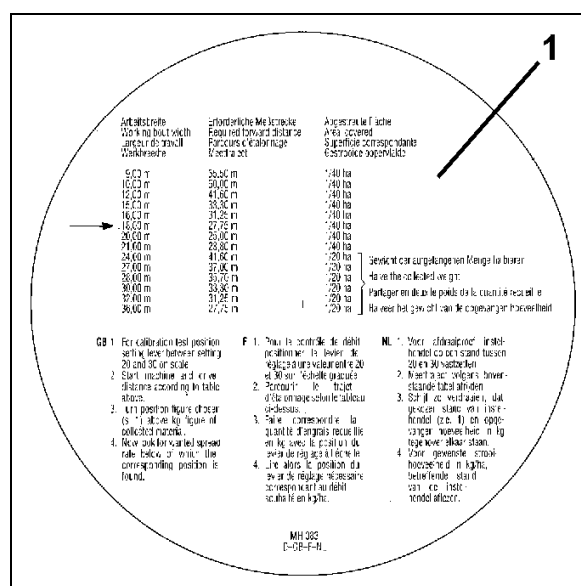

Fig. 48
- En tabell for kartlegging av nødvendig målestrekning [m] (Fig. 48).
2. Les av den nødvendige målestrekningen **27,75 m** for den ønskede arbeidsbredden **18 m** i tabellen (Fig. 48/1).